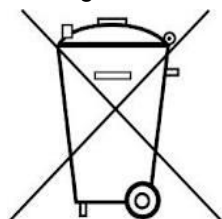
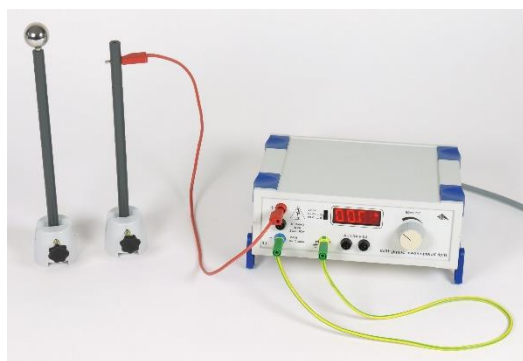

Fig. 2 Troca de fusíveis
Fig. 3 Montagem para carga da esfera
- Retirar o suporte dos fusíveis na parte traseira da fonte com uma chave de fenda (vide Fig. 2).
A montagem desta experiência constitui-se de 2 partes. A Fig. 2 é a montagem para carregamento da esfera, a Fig. 3 mostra a ligação do eletrometro para medição da carga.